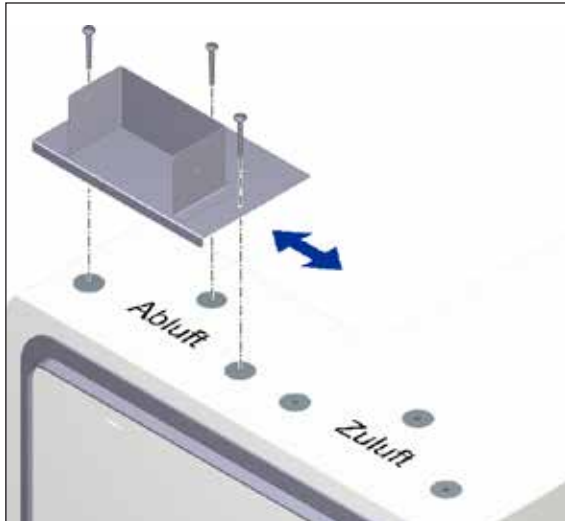
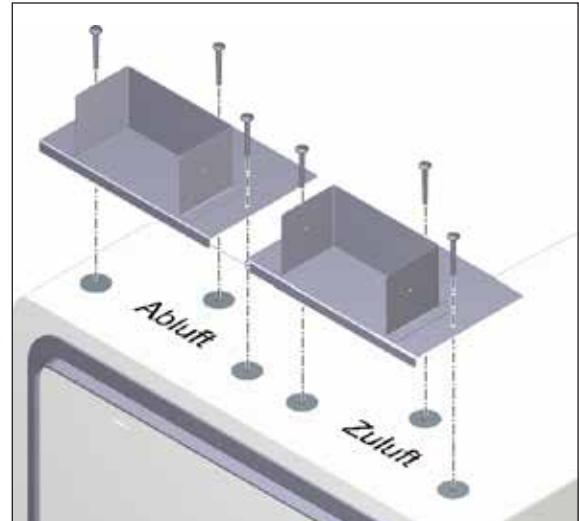

Abb. 8: M-WRG-M/MB-FK1, Fixierplatte für Abluft oder Zuluft befestigen
Abb. 9: M-WRG-M/MB-FK2, Fixierplatten für Abluft und Zuluft befestigen
► Befestigen Sie die Fixierplatte mit den Spaxschrauben (siehe Abb. 8 und Abb. 9).